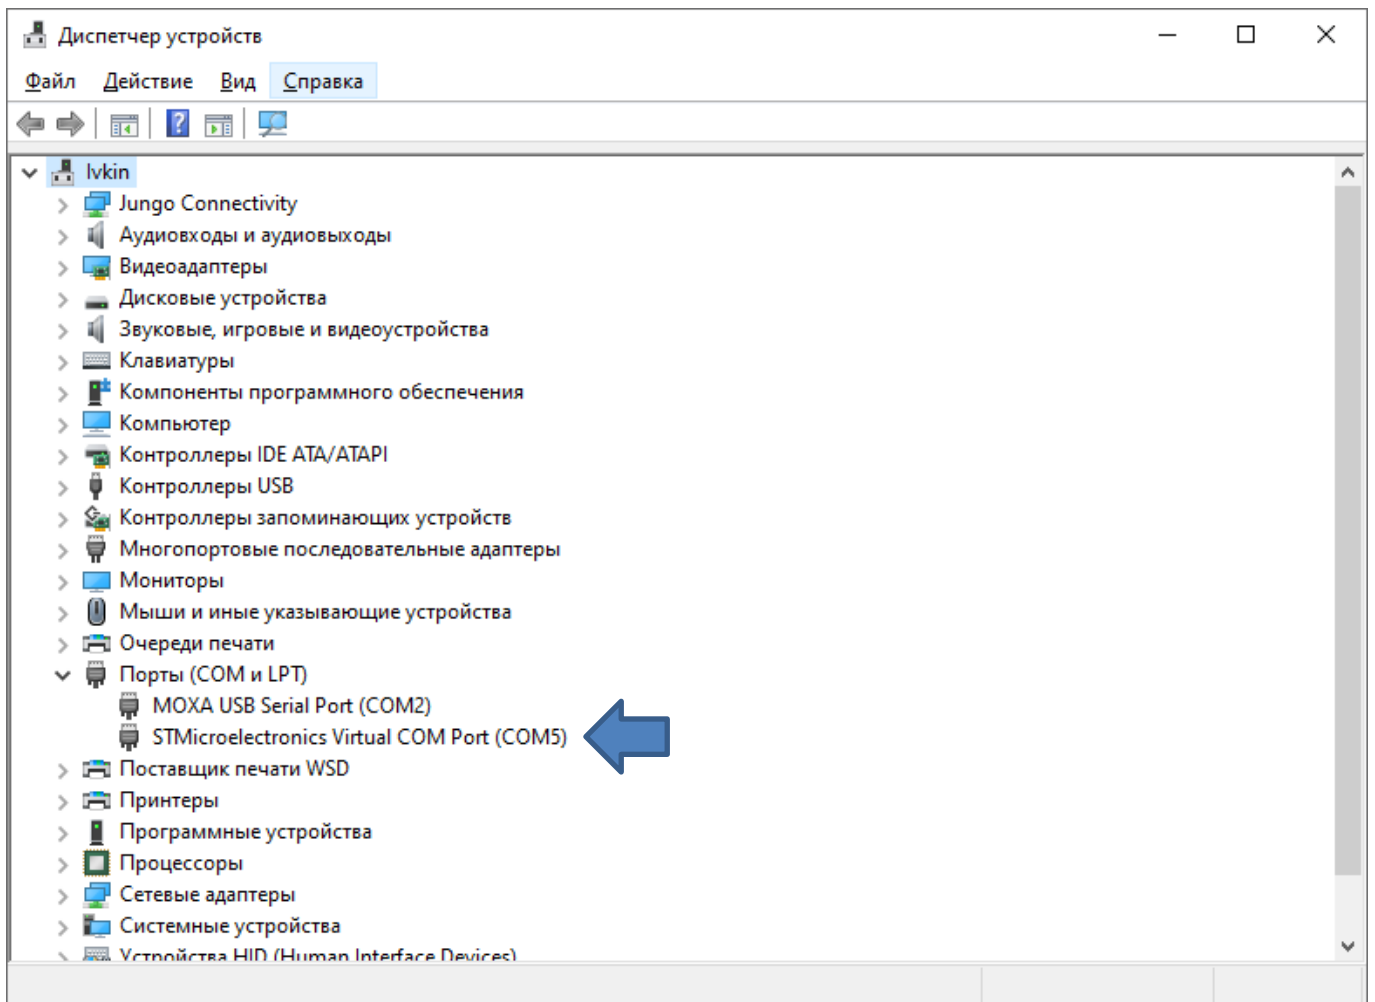

Рисунок 2.2. Отображение подключенного прибора в диспетчере устройств ПК
2.2.6 При подключении прибора к ПК он определяется как устройство, подключенное к СОМ-порту. Номер СОМ-порта присваивается операционной системой ПК. Информацию о подключенных устройствах можно увидеть в диспетчере устройств (рисунок 2.2). Например, прибор, подключенный к ПК по интерфейсу USB, определился как устройство СОМ5.